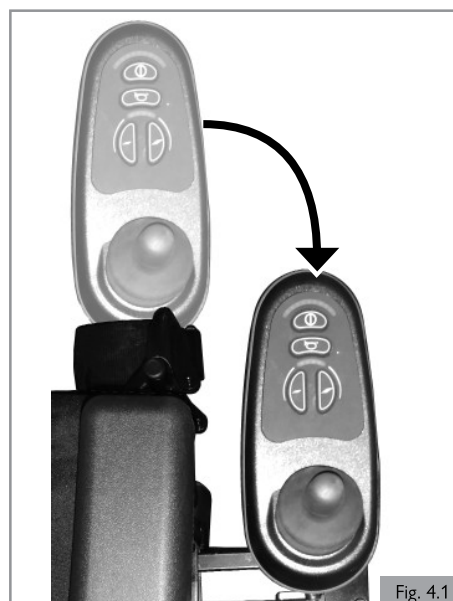

Fig. 4.1
- N'utilisez le fauteuil roulant qu'à une vitesse réduite et manœuvrable lorsque le dispositif parallèle rabattable est utilisé. (Fig 4.1)